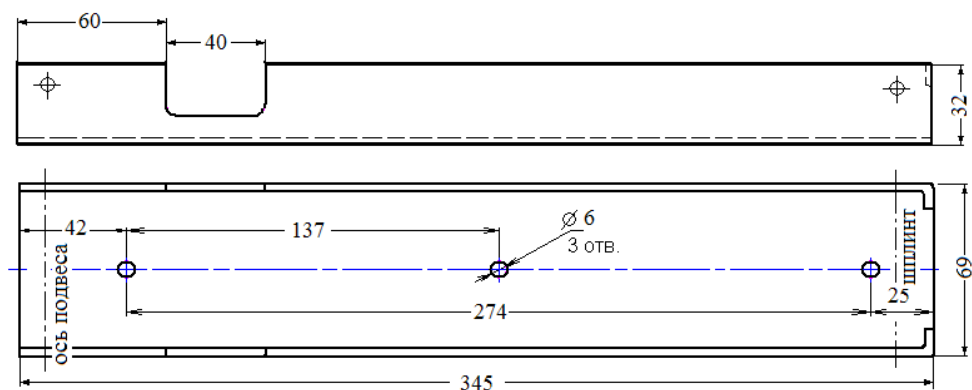

Рис. 4 - Крепёжная площадка МПП «Гарант-12КД»
6.3 Закрепить крепёжную(ые) площадку(и) модуля(ей) в соответствии с определёнными местами (по п. 6.2). Координаты отверстий для крепления модулей «Гарант-12КД» показаны на рис. 4.